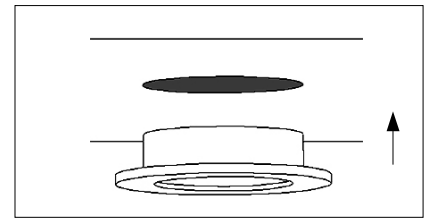

Abb.09a
- Die Strahler (W) in die Löcher der Vitrinenelemente einsetzen (Abb.09a).